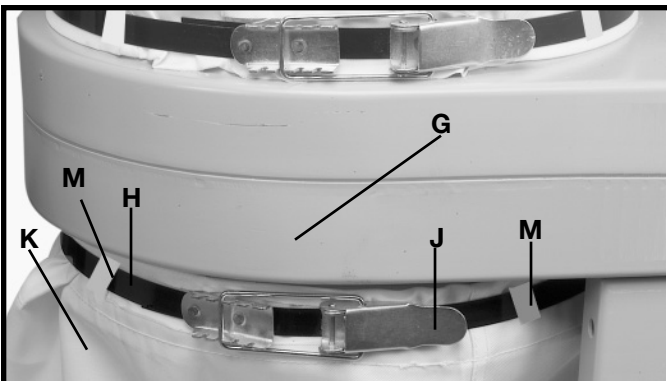

Fig. 16
5. Placer l'autre collier de serrage (H) fig. 16, autour du sac à poussière (K) et dans passants du sac à poussière. Positionner l'extrémité ouverte du sac sur le rebord du tambour (G) et le fixer avec le tendeur (J). **REMARQUE :** S'assurer que le collier de serrage (H) se trouve logé dans la gorge du tambour avant de serrer le tendeur (J).